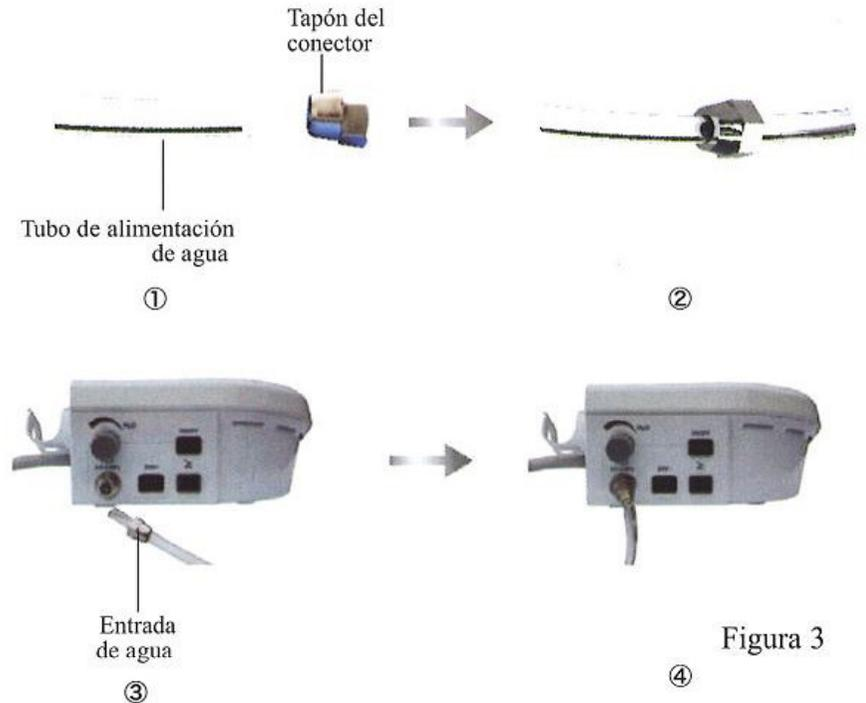

Figura 3
- Conectar un extremo del tubo de agua a la toma de agua de la unidad principal y el otro extremo a la fuente de agua (Véase figura 3).
- Para la función de eliminación de sarro (G) el indicador de eliminación de sarro y los cinco primeros indicadores de potencia se iluminarán.
- Para la función de parodoncia (P) el indicador de eliminación de sarro y los tres primeros indicadores de potencia se iluminarán.